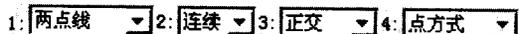

图 2-3 直线设置为“正交”方式
(2) 将立即菜单中的“3:”设置为“正交”方式，或者按 Alt+3 快捷键切换到“正交”方式，如图 2-3 所示。在绘图区中单击确定直线的起点，状态栏提示“第二点（切点或垂足点）或长度”。